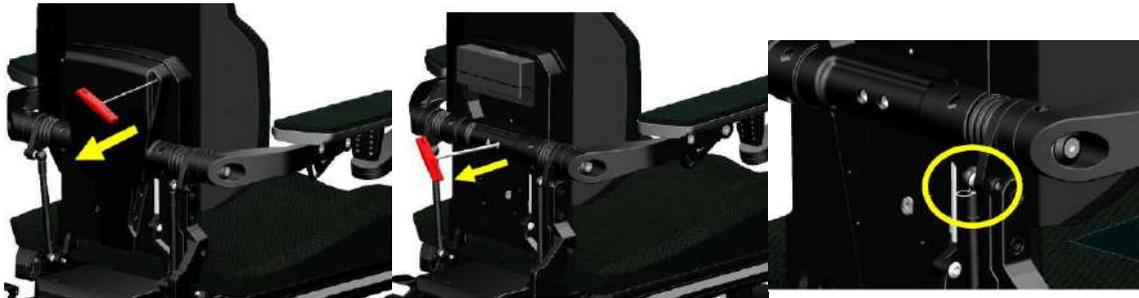

Figura 11-14
- Paso 1: Retire la cubierta del respaldo ubicada en la parte trasera de éste. Usando una llave Allen de 3 mm, afloje los seis tornillos. (Figura 11-14)